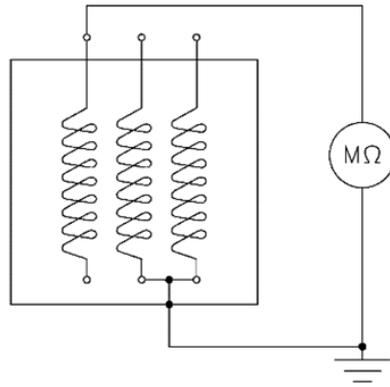

Figura 5-1
- **Statore principale:** la resistenza di isolamento viene misurata scollegando le connessioni dai regolatori (regolatori di tensione ed altri dispositivi) o da qualsiasi altro dispositivo sull'unità. La misura sarà effettuata tra una fase e terra, con le restanti due anch'esse collegate a terra assieme agli ausiliari (operazione da ripetere per tutte e tre le fasi). Vedi Figura 5-1 Misurazione resistenza di isolamento sull'avvolgimento dello statore.